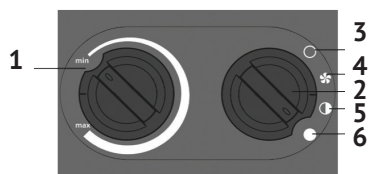

рис.2.
Блок управления тепловентилятором представлен на рис.2
7.2. Установите ручку включения/переключения режимов (рис.2 поз.2) в положение «Включено».
Если температура в помещении выше, чем установленная термостатом (примерный диапазон поддерживаемой температуры от 0 до +40°С), тепловентилятор включается в режим “Вентилятор” – вентиляция без нагрева. Для этого, при подключённом к сети тепловентиляторе, перевести ручку (рис.2 поз.2) в положение “Вентилятор” (рис.2 поз.4). Для отключения тепловентилятора – перевести ручку в положение “Выключено”.
7.5.1 Если температура в помещении ниже, чем установленная термостатом, тепловентилятор включается в один из режимов с нагревом. Включение режима «I» или «II» зависит от размера помещения и первоначальной температуры в нём. Для этого, при подключённом к сети тепловентиляторе, перевести ручку (рис.2 поз.2) в положение режим «I» (рис.2 поз.5) или режим «II» (рис.2 поз.6).
- перевести ручку (рис.2 поз.2) в положение “Вентилятор”;
- перевести ручку (рис.2 поз.2) в положение “Выключено”.
- перевести ручку термостата (рис.2 поз.1) до конца вправо (положение “max”);